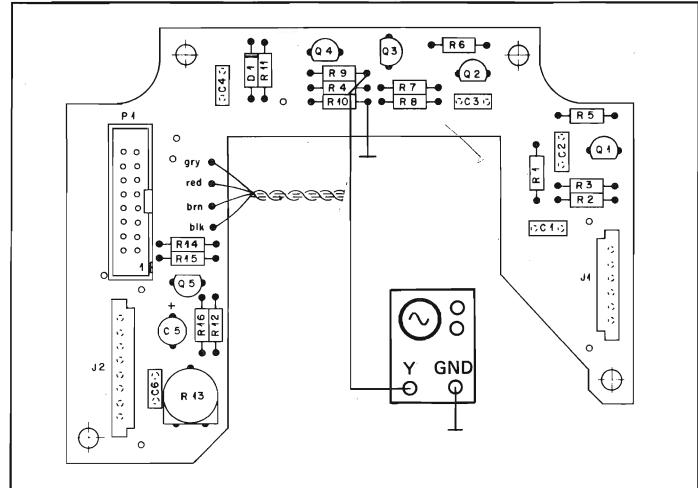
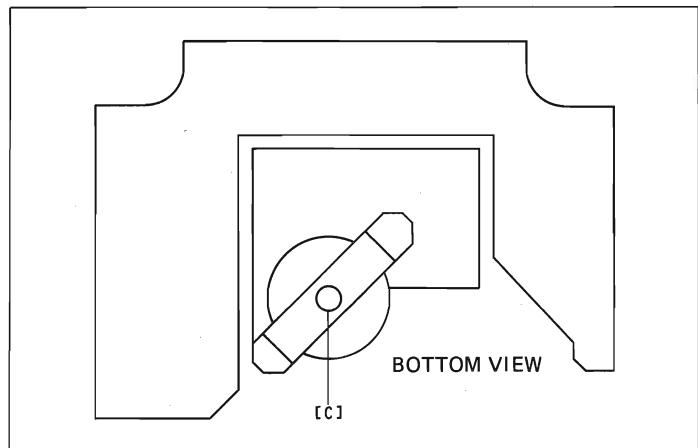
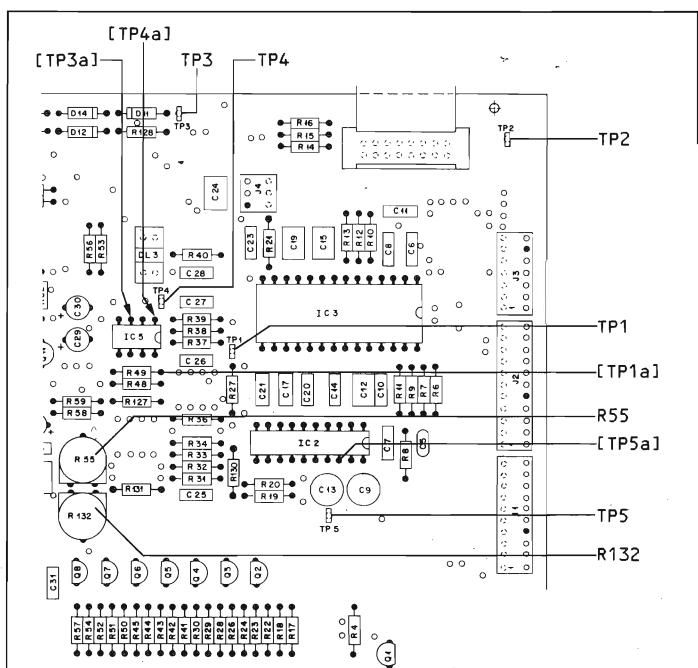

Fig. 4.14
Fig. 4.15
Fig. 4.16
-> fig. 4.14 / fig. 4.16
-> fig. 4.15 / fig. 4.16
-> fig. 4.16